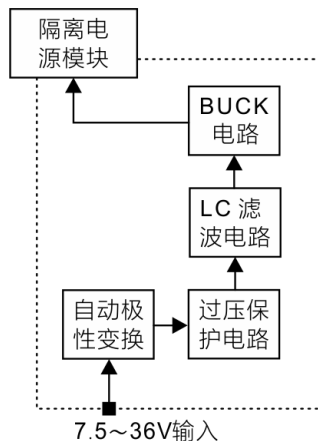

图 3.3 供电单元原理框图
7.5V~36V 直流电压通过接线端子接入后，经自动极性变换电路、过压保护电路、LC 滤波电路后，进入 BUCK 电路变换为 5V 电压。然后经 1500V 直流隔离模块，为采集电路、通信电路供电。原理框图如图 3.3 所示。